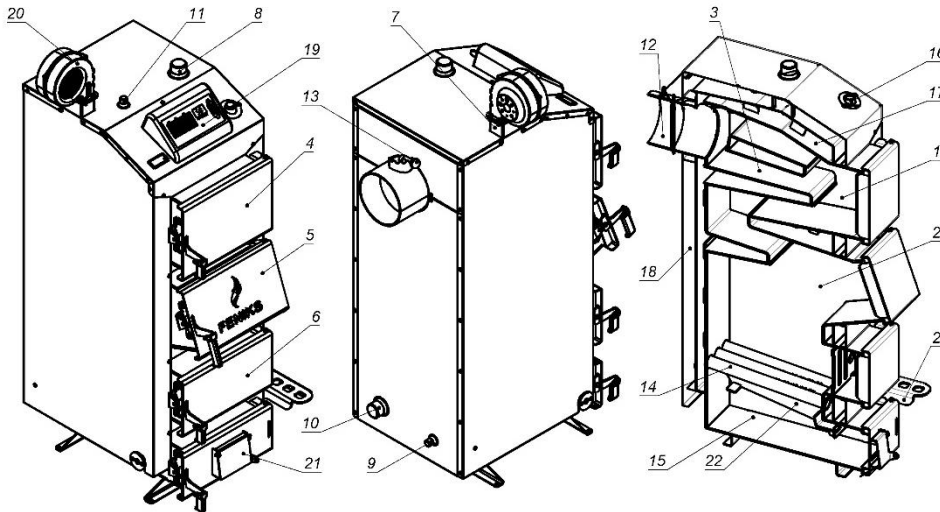

Рисунок 2 – Зовнішній вигляд та основні елементи котла
Конструктивно котел являє собою збірно-зварену конструкцію, що складається з корпуса (поз. 1, рис. 2) з камерою згоряння (топкою) (поз. 2, рис. 2). Конвекційна частина котла складається з багатоходового теплообмінника (поз. 3, рис. 2) комбінованого типу – чотирьох горизонтальних полиць. Теплообмінник розташований безпосередньо над топкою.
Корпус котла виконаний в формі паралелепіпеду з подвійними стінками, які розділені водними перегородками (поз. 17, рис. 2). На зовнішній поверхні корпуса під декоративною обшивкою закріплена теплова ізоляція. (поз. 18, рис. 2).
Паливо для процесу спалення завантажується на колосникові ґрати (поз. 14, рис. 2) крізь завантажувальні дверцята (поз. 5, рис. 2). Колосникові ґрати виконані з товстостінних безшовних труб по яких постійно циркулює вода з водяної оболонки котла. Згоряння палива в топці відбувається за участю повітря, яке постачається під колосникові ґрати припливним вентилятором (поз. 20, рис. 2). Кількість повітря, необхідного для процесу згоряння, регулюється автоматично блоком автоматики управління (поз. 19, рис. 2), або за допомогою терморегулятора.
Підведення і відведення теплоносія здійснюється відповідно через патрубки зворотної мережної води (поз. 9, рис. 2) і прямої мережної води (поз. 8, рис. 2).
Топочні гази виходять у димохід крізь боров (поз. 12, рис. 2), розташований у задній частині котла. Боров обладнано вбудованим дросельним клапаном продуктів згоряння – шибером (поз. 13, рис. 2). У випадку надто високої тяги у димоході шибер дає можливість її знизити шляхом часткового перекривання вихідного отвору борова.
Зола, яка утворюється в процесі згоряння палива, зсипається в нижню частину корпуса котла в якій розташована висувна полиця для золи – зольник (поз. 15, рис. 2).
- з вентилятор та блоком автоматичного управління – припливним вентилятором (поз. 20, рис. 2) під колосникові ґрати та через бокові форсунки по каналу подачі повітря. Кількість повітря, необхідного для процесу згоряння, регулюється автоматично контролером (поз. 19, рис. 2).
У верхній частині корпуса котла розташований штуцер для встановлення запобіжного клапана або групи безпеки котла (поз. 11, рис. 2).
Для можливості встановлення вентилятора зверху корпуса котла ,передбачений отвір, який заглушено кришкою (поз. 7, рис. 2).
Ревізійний дверцята (поз. 6, рис. 2), що розташовані на передній стінці котла, необхідні для періодичного чищення колосникових ґрат, а також для можливості спорожнення – зольника.
Для можливості періодичного обслуговування (чищення) теплообмінника передбачені дверцята у верхній частині котла (поз. 4, рис. 2).
Регулятор тяги необхідно приєднати до патрубку з внутрішньою різьбою, який знаходиться у верхній частині корпусу (рис. 2). Різьбове з'єднання при цьому потрібно ущільнити. Регулятор повернути таким чином, щоб наконечник для закріплення шестигранного важеля (з комплекту регулятора) був направлений вправо.